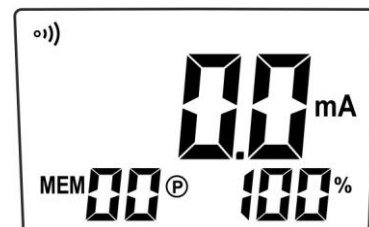

Fig. 20
2. O instrumento apresenta a mensagem “**OL Ω**” no display, enquanto se configura automaticamente para a medição de resistências. Efetuar uma breve pressão do botão **▲A** para entrar no modo de medição da corrente. É apresentado o ecrã da Fig. 20.